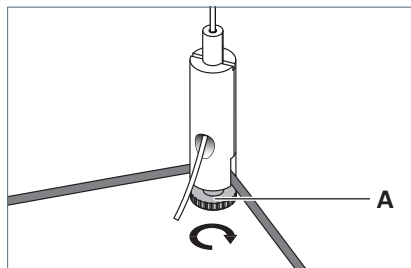

Fig. 19: Aligner le luminaire.
- Pour aligner le luminaire, dévissez la vis **A** sur l'attache de câble, voir Fig. 19.